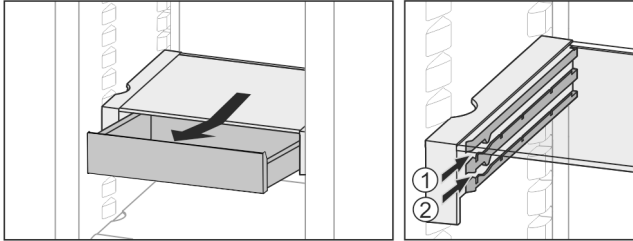

Fig. 36
- ▶ Вкарайте го на височина по избор Fig. 36 (1) или Fig. 36 (2).